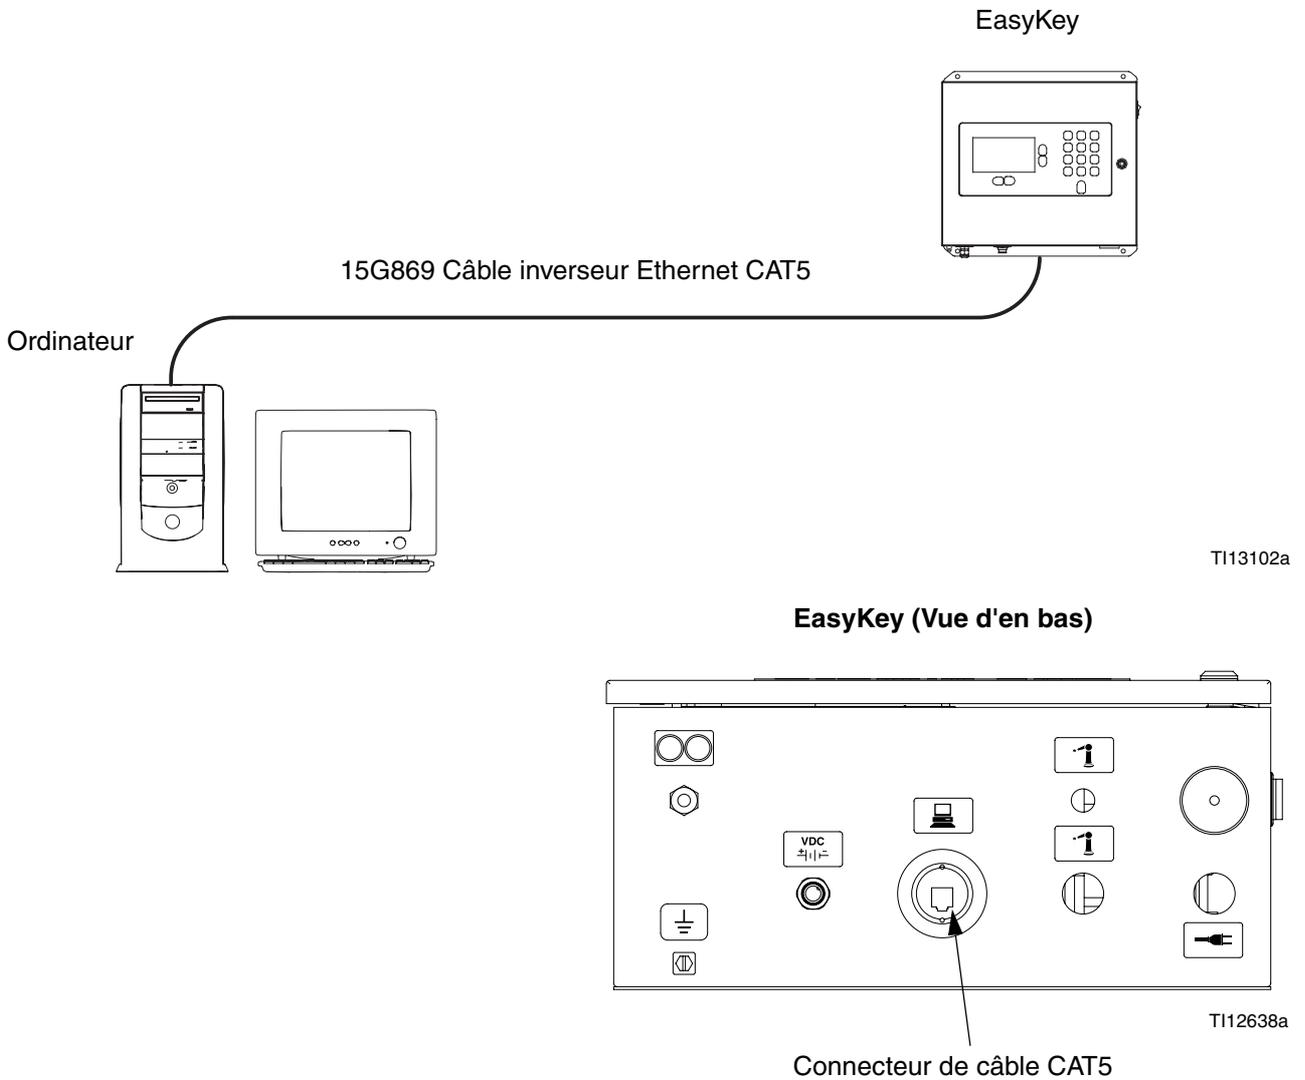

FIG. 1 : Connexion de l'interface Web de base ProMix 2KS/3KS
2. Après avoir vérifié que Java est téléchargé sur l'ordinateur, branchez l'ordinateur directement à EasyKey, en utilisant le câble inverseur Ethernet 15G869 CAT5 fourni avec EasyKey. Voir FIG. 1.